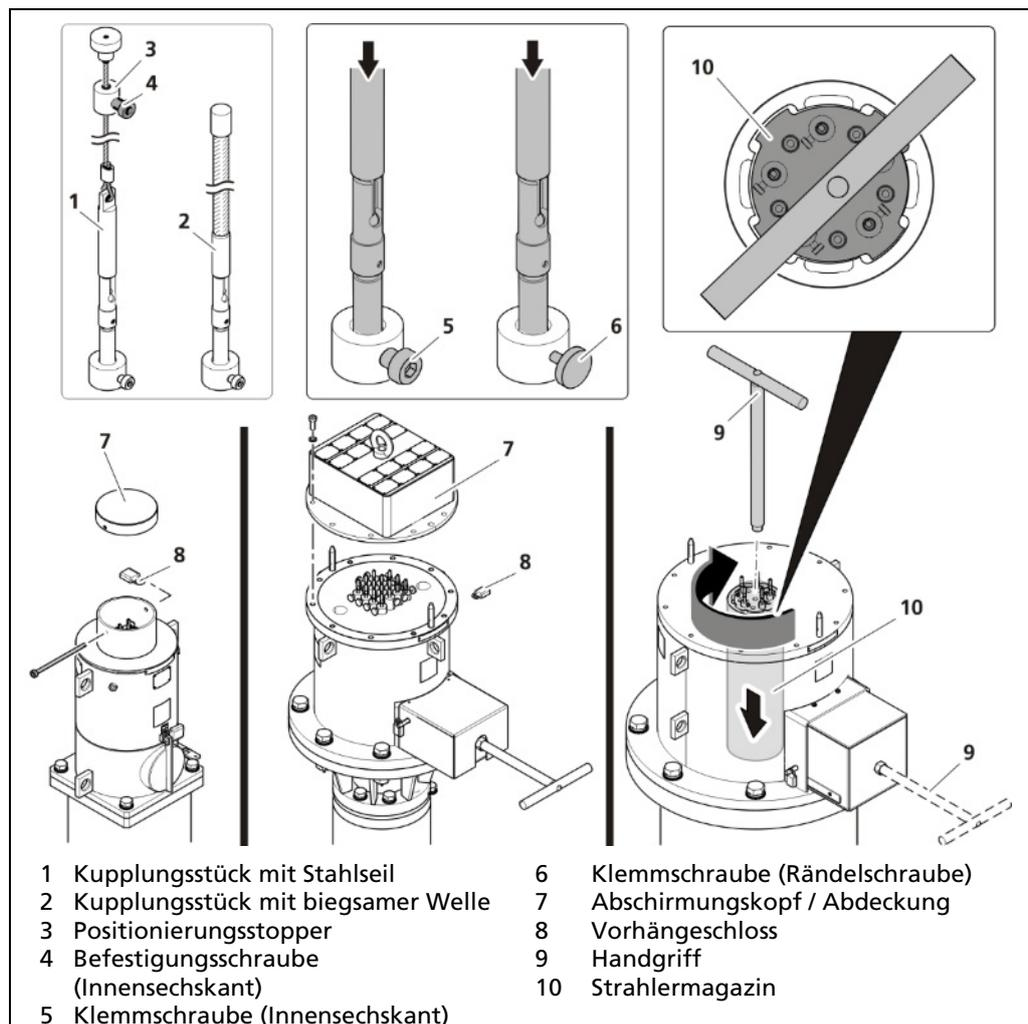

Abb. 16 Strahler / Strahlermagazin einbringen
Bei Verwendung eines Stahlseils (Abb. 16, Pos.1): Stellen Sie über die Positionierungsstopper (Abb. 16, Pos. 3) am Stahlseil die gewünschte
Eintauchtiefe ins Tauchrohr ein und ziehen Sie die Befestigungsschraube am Stopper (Abb. 16, Pos. 4) mit **2 Nm** fest. Ziehen Sie das Stahlseil straff, öffnen Sie die entsprechende Klemmschraube (Abb. 16, Pos. 5; Pos.6) und lassen Sie den Strahler am Stahlseil bis zur eingestellten Eintauchtiefe in das Tauchrohr hinab.
Bei Verwendung einer biegsamen Welle (Abb. 16, Pos.2): Halten Sie die biegsame Welle fest und öffnen Sie vorsichtig die entsprechende Klemmschraube (Abb. 16, Pos. 5; Pos.6). Bringen Sie den Strahler in die gewünschte Messposition. Stellen Sie über die Klemmschraube die gewünschte Eintauchtiefe ins Tauchrohr ein.
Bei einem Strahlermagazin (Abb. 16, Pos.10): Entfernen Sie den Handgriff (Abb. 16, Pos. 9) vom Verschluss und schrauben Sie ihn an das Magazin. Drehen Sie das Magazin bis zur nächsten Aussparung um es in den Tauchrohradapter einzusetzen.
2. Bringen Sie den Abschirmungskopf / Deckel (Abb. 16, Pos. 7) an und verschrauben Sie den Abschirmungskopf / Deckel.
3. Sichern Sie den Abschirmungskopf / Deckel mit dem Vorhängeschloss (Abb. 16, Pos.8).
5. Entfernen Sie den Handgriff (Abb. 16, Pos.9) und verschrauben Sie ihn wieder am Verschluss.